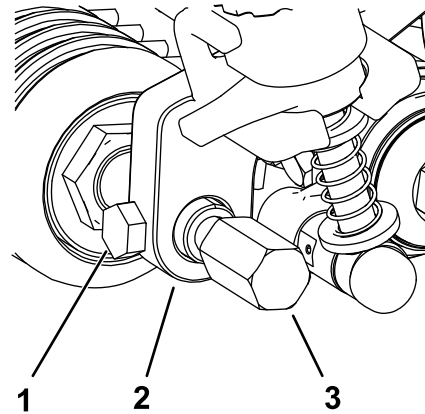

Bild 21
5. Setzen Sie die Frontrollenwelle zwischen die Schnitthöhenhalterung mittig ein und befestigen Sie sie mit den zwei Befestigungsschrauben, die Sie von den alten Schnitthöhenhaltern entfernt hatten (Bild 21).
6. Befestigen Sie die Schutzvorrichtungen des Groomers auf beiden Seiten der Frontrollenwelle (Bild 21).